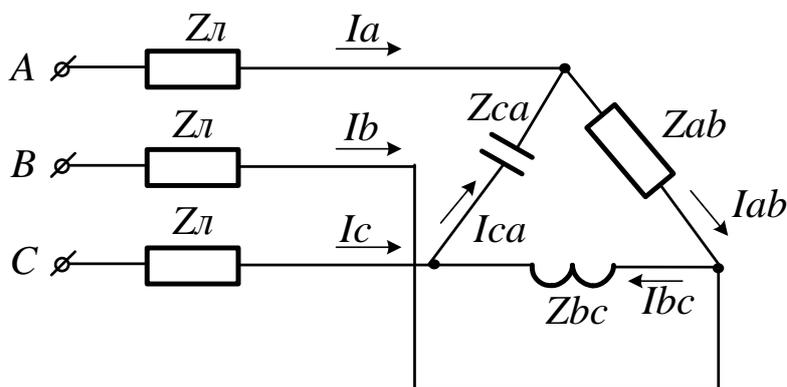

Рисунок 55
**Задача 58.** В схеме (рис.55)  $U_{\text{Л}}=400\text{В}$   $Z_{\text{Л}}=3+j4(\text{Ом})$ ;  $Z_{ab}=15\text{Ом}$ ;  $Z_{bc}=20\text{Ом}$ ;  $Z_{ca}=25\text{Ом}$ . Определить токи в линии и фазах приемника, активную мощность цепи.